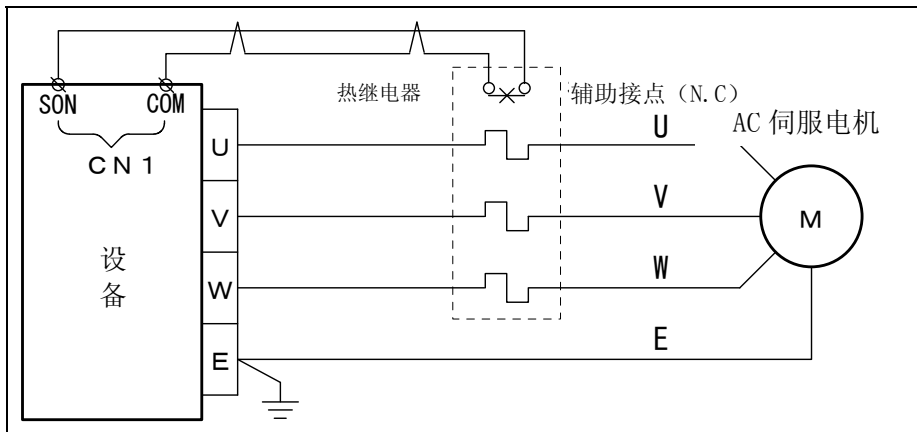

图 3-7 电机的布线
- (9) 本设备里内置有电子热继电器，在外部加装热继电器时，请将电流值设定为电机的额定电流。热继电器动作时，请利用热继电器的辅助接点组合将伺服开启 (SON) 的信号置于 OFF 的相序，使电机的动作停止。(参照图 3-7)